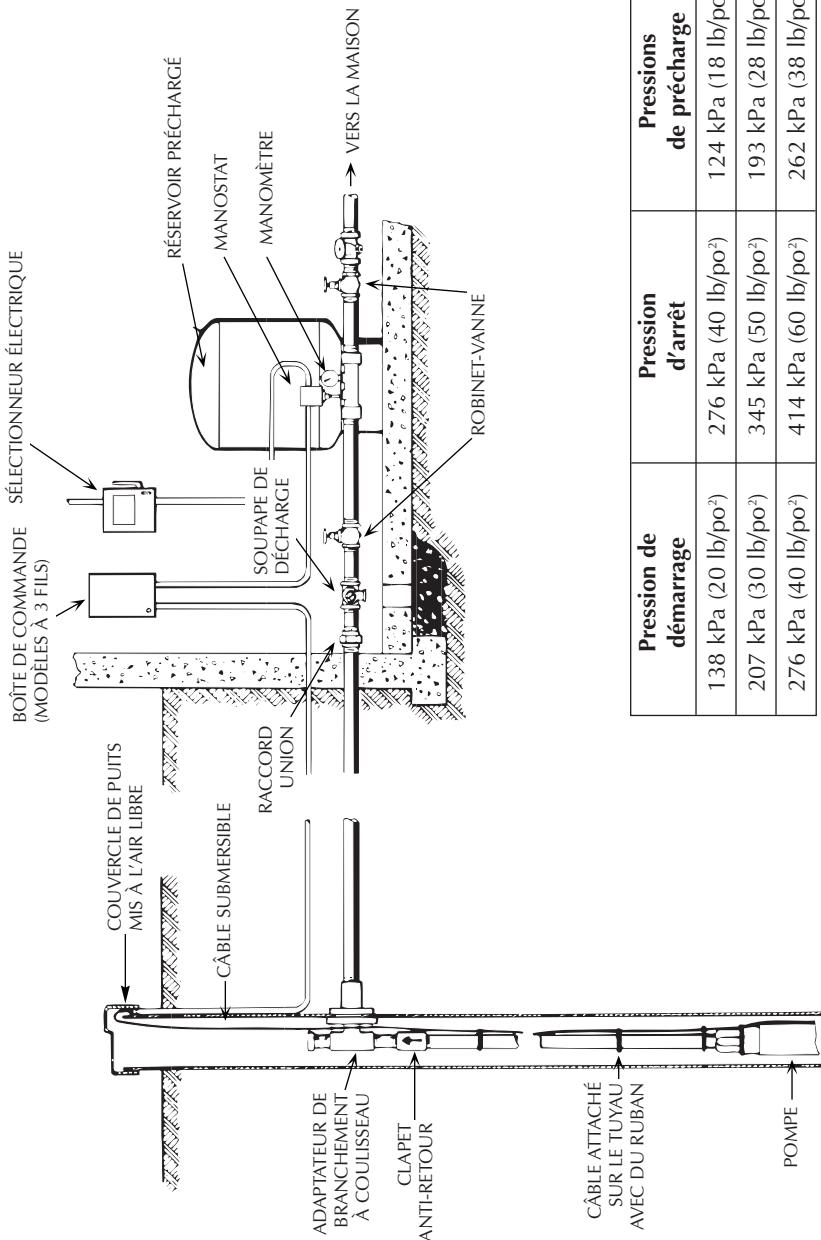

FIGURE 14 - Installation type d'une pompe submersible branchée sur un réservoir préchargé
- Déposer le robinet-vanne et procéder à l'installation permanente près du réservoir. (Se reporter aux Figures 14 et 15, pages 24 et 25.)
Se reporter à la Figure 14 de la page 24 pour le raccordement des tuyauteries sur un réservoir sous pression préchargé.